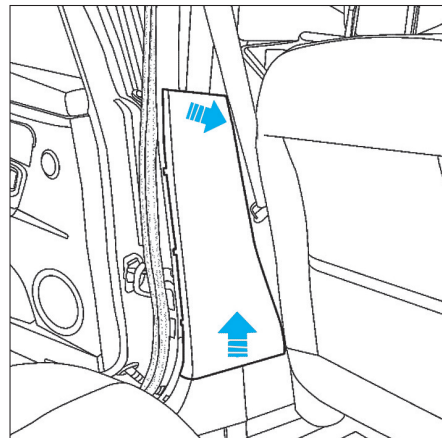

FIG. 29
- Déposer la garniture inférieure de pied milieu (3) (Fig.29).